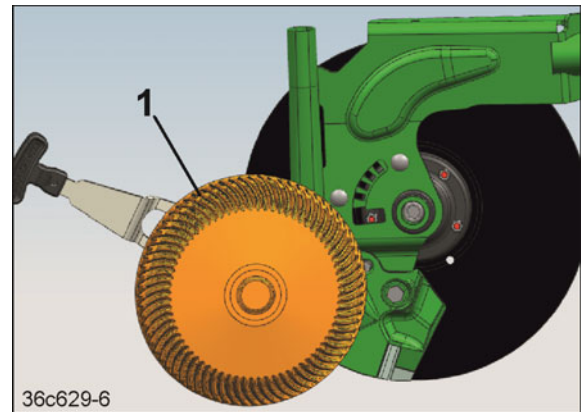

Bild 306
1. Ta bort djupstyrningstallriken/djupstyrningsrullen (Bild 306/1).
9. Montera djupstyrningstallriken/djupstyrningsrullen (Bild 306/1) och sätt dem i önskad position.